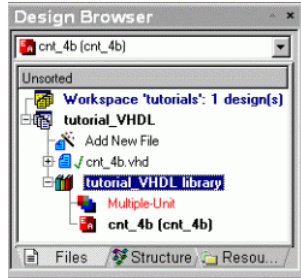

Рисунок 1.11 – Додавання моделі в робочу бібліотеку
1.2.2.9 Зелений значок поряд з ім'ям файлу і відповідне повідомлення у вікні **Console** сигналізують про те, що компіляція виконана успішно. Модель, що відкомпілювалася, автоматично додається в робочу бібліотеку. Зовнішній вигляд вікна **Design Browser** після успішної компіляції показаний на рис.1.11.